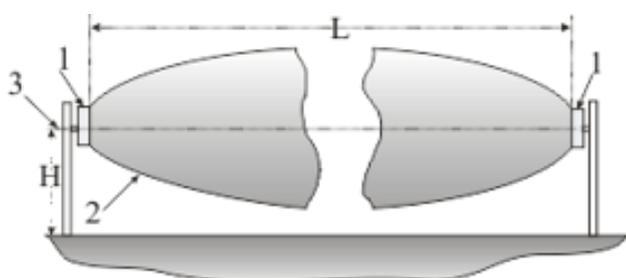
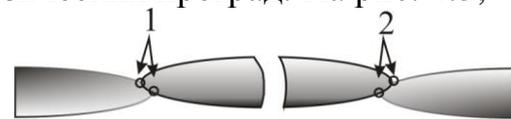

Рис. 4.1
Рис. 4.3
4.1.1 БПРД «1» (см. рис. 4.1) и БПРМ «1» располагаются на выбранной высоте от поверхности земли навстречу друг другу таким образом, чтобы ЧЗ блокировала контролируемый участок. ЧЗ «2» имеет форму усеченного поверхностями земли и заграждения эллипсоида вращения с большой осью, совпадающей с условной линией «3», соединяющей центры БПРМ и БПРД «1», установленных на высоте «Н» от поверхности земли, на расстоянии «L» друг от друга.
4.1.5 При вертикальной (горизонтальной) ориентации вектора поляризации, ЗО «2» (рис. 4.1) имеет форму, усеченного поверхностью земли, эллипсоида вращения. При приближении к БПРД (БПРМ) ЗО «отрывается» от земли и необходимо прикрыть образовавшиеся «проходы» с помощью смежных ЗО, как показано на рис. 4.3, 4.4 (вид сверху) и 4.5 (вид сбоку), либо с помощью физических преград. На рис. 4.3, 4.4, 4.5, 4.6 цифрами обозначены «1» - БПРД, «2» - БПРМ.